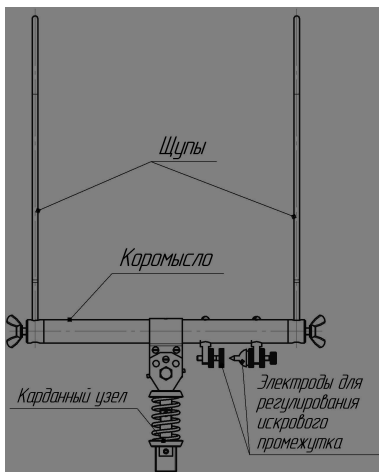

Рис. 1. Рабочая часть с карданным узлом
6.2 Вставить шупы измерительной головки в отверстия по краям коромысла и зафиксировать их винтами-барашками (Рис.1).